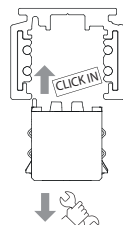

Fig. 1b
- versione con blocco di sicurezza: inserzione automatica nel binario con blocco meccanico di sicurezza, disinserimento con l'utilizzo di un tool (fig. 1b).